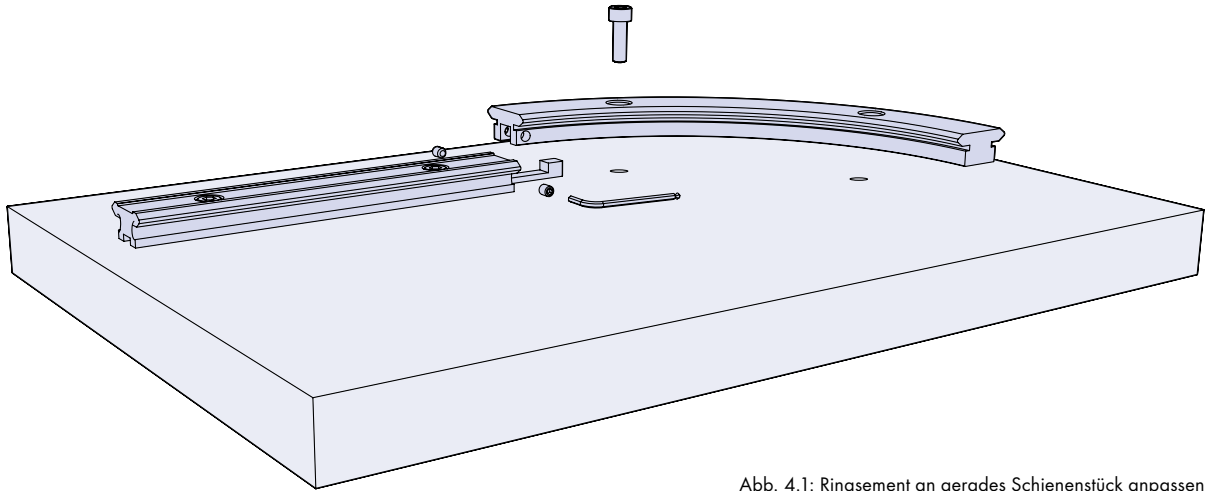

Abb. 4.1: Ringsegment an gerades Schienenstück anpassen
4.1 Nach der Montage der geraden Schienenstücke können die Ringsegmente installiert werden. Die abgesetzte Passfeder sollte in die Längsnut der Schienen gesteckt werden. Das Ringsegment kann anschließend in die richtige Position gebracht und lose fixiert werden (siehe Abb. 4.1). Das Langloch im Ringsegment ist etwas größer als die Paßfeder, damit es mit Hilfe der Nivellierschrauben eingestellt werden kann.